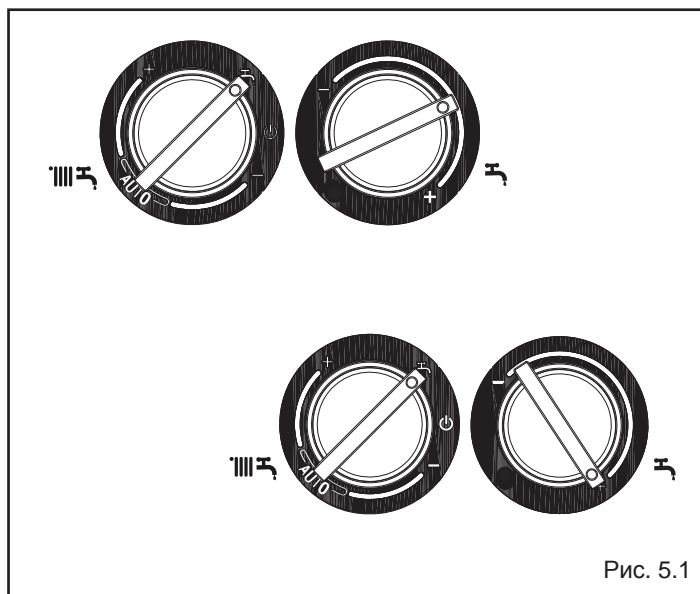

Рис. 5.1
- установите переключатель режимов работы режим «лето» «☀» (рис. 5.1)
- установите регулятор температуры в контуре ГВС (рис. 5.1) на максимальное значение.